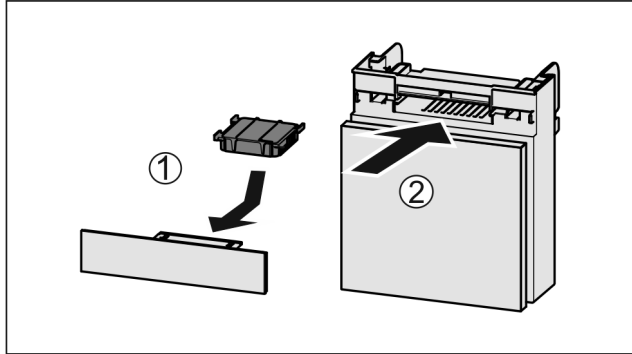

Fig. 121
- Aktif karbon filtresini şekildeki gibi yerleştirin Fig. 121 (1).
- Rafı içeri itin Fig. 121 (2).